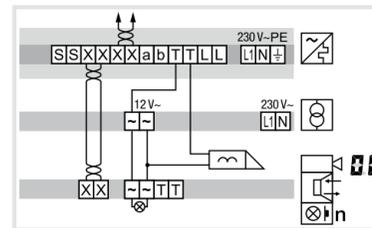

Figura 9: collegamento della stazione da porta video con apriporta antimanomissione
- In caso di installazione protetta contro la manomissione, collegare l'apriporta al contatto **□** dell'alimentazione della linea (figura 9).